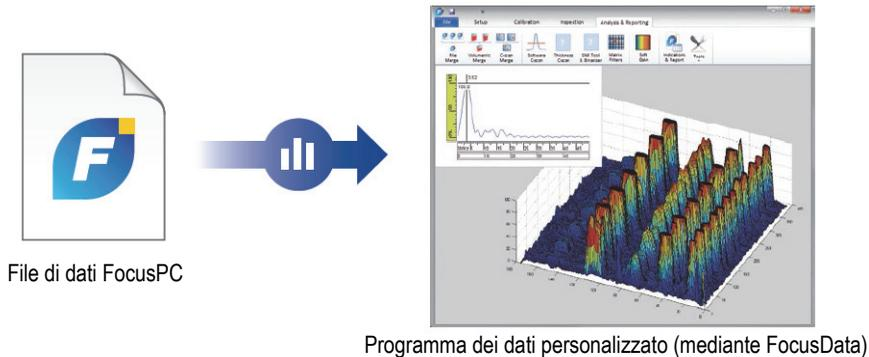

Figura i-5 Esempio di una presentazione di dati personalizzata mediante FocusData
- FocusData è un altro SDK che include programmi esemplificativi e il codice sorgente completo. FocusData permette di creare programmi che è possibile usare per estrarre dati di ispezione grezzi per l'elaborazione e la presentazione di dati personalizzati (vedi Figura i-5 a pagina 16). Per maggior informazioni riferirsi alla sezione "SDK FocusData" a pagina 18.